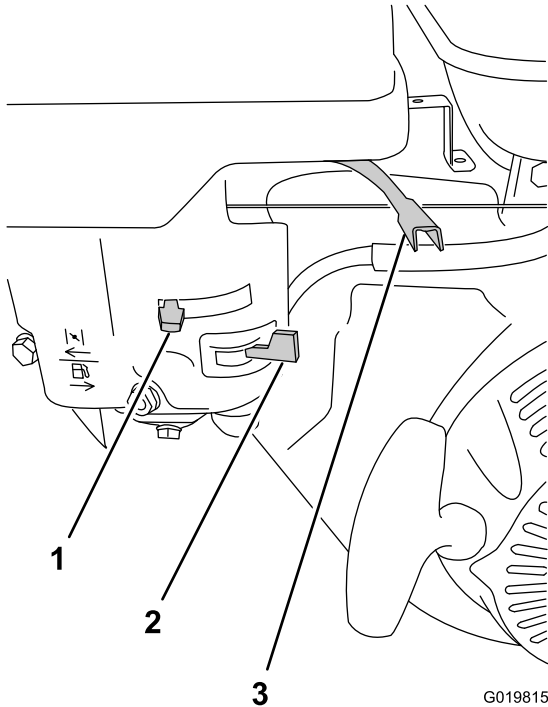

Figura 30
2. En el motor, mueva la palanca del acelerador 1/3 de la distancia entre la posición MIN y la posición MAX (Figura 30); consulte Palanca del acelerador (página 13).
3. Mueva la palanca de la válvula de combustible a la derecha, a la posición de totalmente Abierto (Figura 30); consulte (Válvula de combustible (página 13)).
- Para arrancar un motor frío, mueva la palanca del estarter a la izquierda, a la posición de totalmente Cerrado (Figura 30); consulte Palanca del estarter (página 13).
5. Gire el interruptor del motor a la posición de Encendido (Figura 30); consulte (Interruptor de Encendido/Apagado del motor (página 13)).
1. Asegúrese de que la palanca del estarter está en la posición de Desactivado (Figura 30); consulte Palanca del estarter (página 13).
2. Mueva la palanca del acelerador a la posición MIN (Figura 30); consulte Palanca del acelerador (página 13).